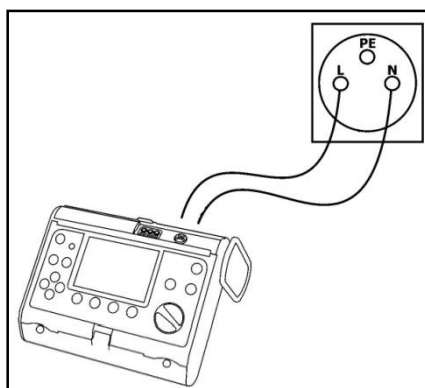

Рис.4. Подключение измерителя.
- подключить измеритель проводами к сетевому гнезду стенда согласно Рис.4;